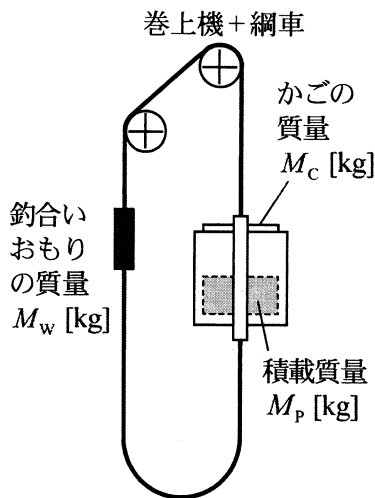
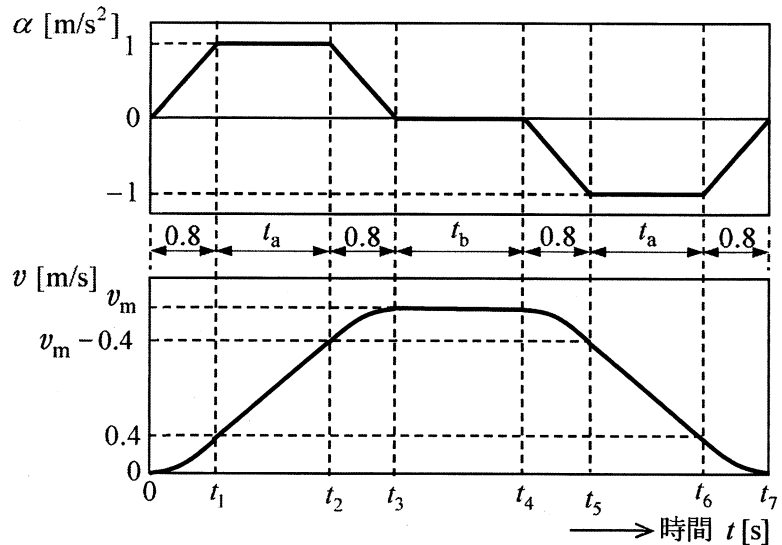

図 1 エレベータ構成概念図
図 2 エレベータの運転パターン
- (1) 図 1 に示すロープトラクション式のエレベータを、図 2 に示すパターンで運転する場合を例に、可変速運転を行ったときの所要動力等について検討する。ここで、かごの上昇距離を x [m] (時刻 $t=0$ の時 $x=0$ [m])、速度を v [m/s]、加速度を α [m/s²] とし、速度の最大値を v_m とする。また、エレベータの最大積載質量を M_{PM} [kg]、実際の積載質量を M_p [kg]、かごの質量を M_c [kg]、釣合いおもりの質量を M_w [kg] とし、重力の加速度 g を 9.8 m/s^2 とする。なお、簡単のために、その他の質量や慣性モーメント、走行に伴う機械的な損失は無視できるものとする。